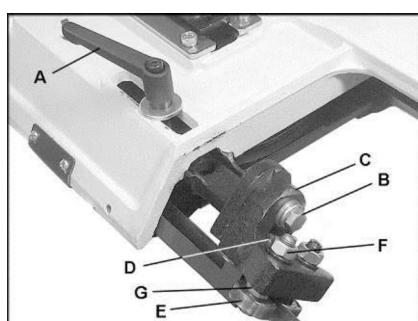

Fig 11
Lösen Sie die Sechskantschraube (B, Fig 11) und stellen Sie die Rückenrolle (D) auf einen Abstand von ca. 0,1mm zum Sägeband ein.